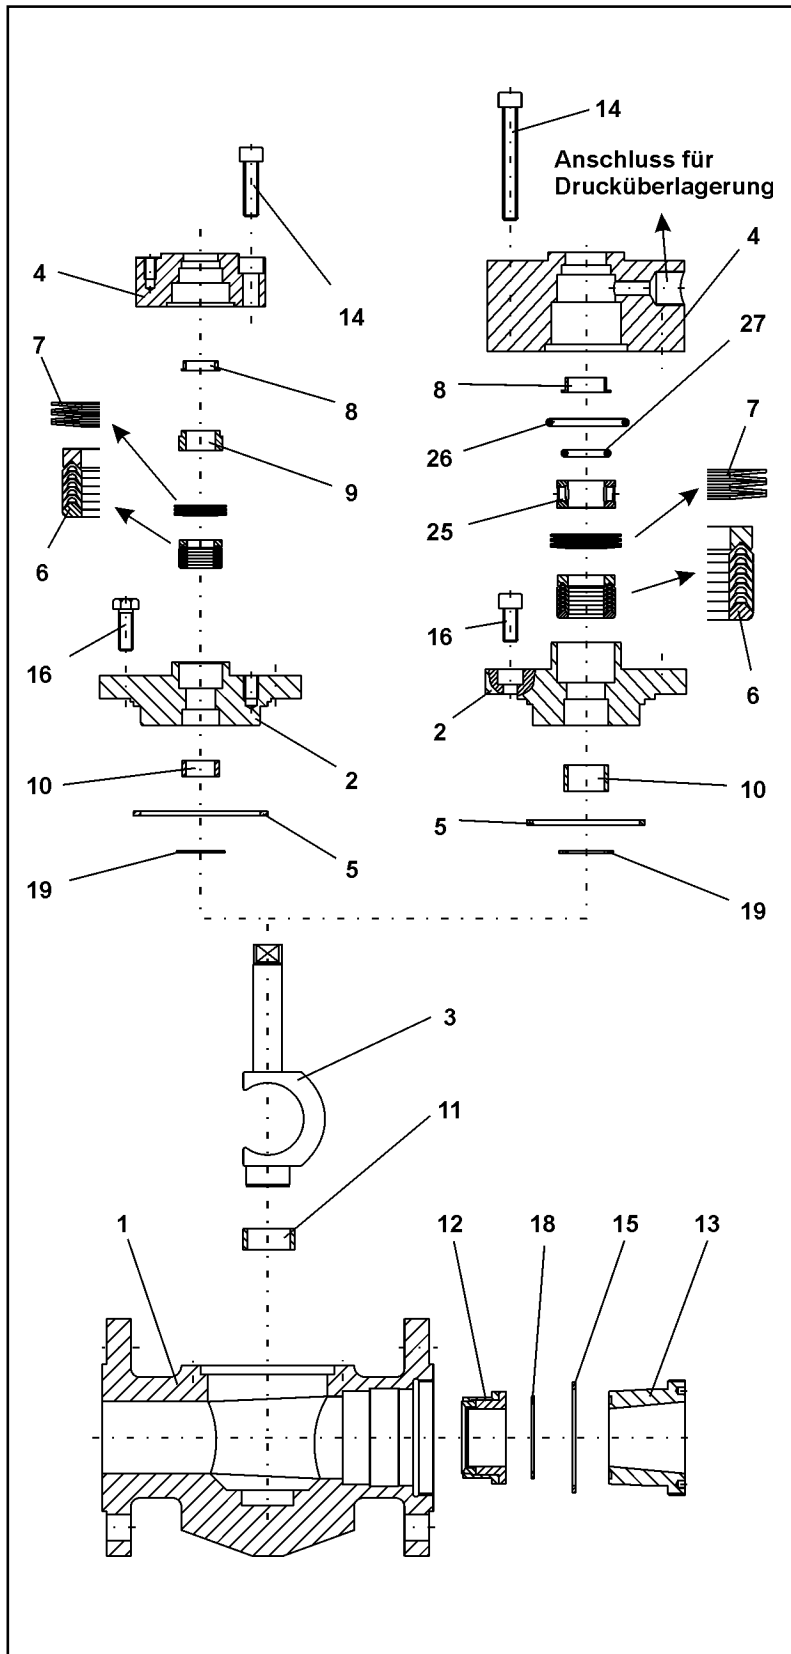

Bild 3 - Explosionszeichnung des Drehkegelventils BR 23b
Hinweis: Die in der Explosionszeichnung (Bild 3) dargestellte Lage und Anordnung der Einzelteile ist bei der Montage einzuhalten.
Die Dachmanschettenpackung (6) wird mit einer leicht drehenden Bewegung über den Kugelschaft in die Packungsaufnahme des Deckelflansches (2) eingelegt. Die Anordnung der Dachmanschettenpackung ist der Explosionszeichnung (Bild 3) zu entnehmen. Anschließend wird der Tellerfedersatz (7) auf die Dachmanschettenpackung gelegt. Auch die Anordnung des Tellerfedersatzes ist der Explosionszeichnung (Bild 3) zu entnehmen.